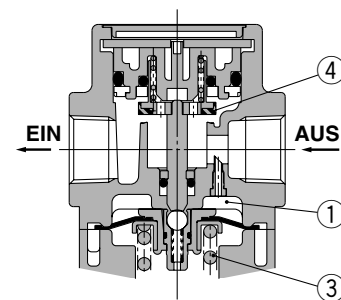

Abb. 2 Rückstrom
Wird der Eingangsdruck ausgeschaltet und abgelassen, öffnet sich das Rückschlagventil ② und der Druck aus der Membrankammer ① wird zur Eingangsseite geleitet (Abb. 2).
Dies verringert den Druck in der Membrankammer ① und die durch die Reglerfeder ③ verursachte Kraft hebt die Membran. Das Ventil ④ öffnet sich durch den Ventilstößel und der Ausgangsdruck wird zur Eingangsseite geleitet (Abb. 2).